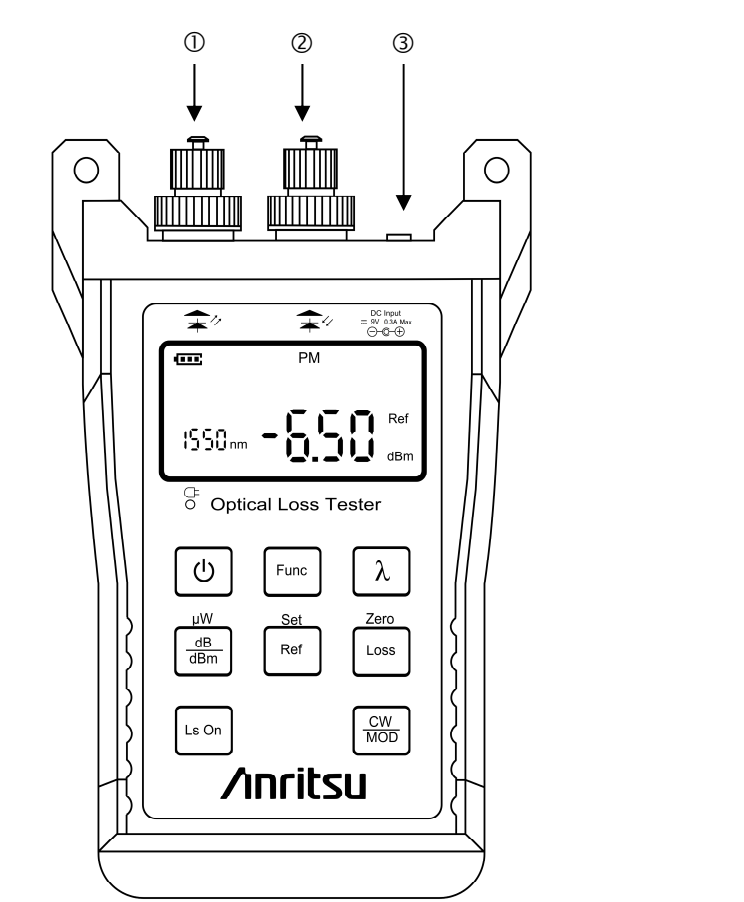

図2 CMA5 シリーズ光ロステスタの操作キー
1. **光出力コネクタ（レーザ開口位置）** (図 2-①を参照)
2. **光入力コネクタ（レーザ受光位置）** (図 2-②を参照)
3. **外部電源ジャック** (図 2-③を参照)